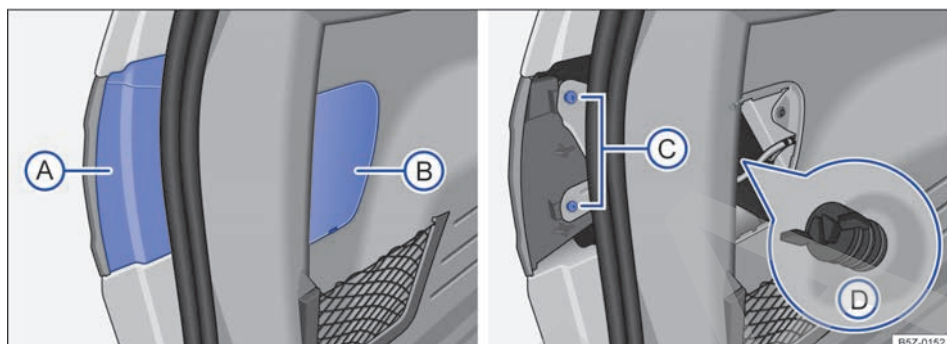
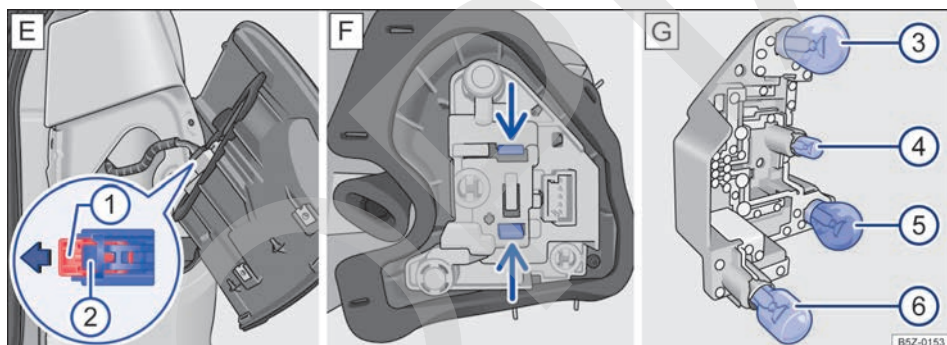

Fig. 177 En la carrocería: A) y B) cubiertas para desmontar la luz, C) tornillos de fijación a la carrocería, D) tornillo mariposa (fragmento ampliado).
Fig. 178 Linterna trasera: E) desmontar la luz de la carrocería; F) soporte de las lámparas; G: en el soporte de las lámparas
3. Desmonte con cuidado la cubierta A) ⇒ fig. 177 de la parte superior.
5. Retire los tornillos de fijación ⇒ fig. 177 C)
7. Tira cuidadosamente de la linterna hacia afuera, para desengancharla de la carrocería ⇒ ①.
8. Retire el conector de alimentación, primero tire de la traba roja ① en el sentido de la flecha ⇒ fig. 178 E) y desmonte el conector ② de la luz.
10. Para desbloquear el soporte de las lámparas, presionar cada lengüeta de bloqueo ⇒ fig. 178 F en el sentido de las flechas.
12. Para quitar las lámparas incandescentes quemadas ⇒ fig. 178 G ③ y ⑤, presione la lámpara contra el soporte y gírela en **sentido antihorario** para desmontarla.
13. Para quitar las lámparas incandescentes quemadas ⇒ fig. 178 G ④ y ⑥, tire la lámpara del soporte para desmontarla.
15. Para insertar las lámparas nuevas ③ y ⑤, en el soporte, coloque la lámpara nueva en el alojamiento correspondiente, presione la lámpara y gírela en **sentido horario** hasta el tope.
16. Para insertar las lámparas nuevas ④ y ⑥, en el soporte, coloque la lámpara nueva en el alojamiento correspondiente y empuje la lámpara en el soporte.
18. Instalar el soporte de las lámparas en la linterna trasera. Las lengüetas de bloqueo ⇒ fig. 178 F deben encajar de forma audible.
La ubicación e identificación de las lámparas incandescentes ⇒ fig. 178 G están relacionadas a continuación: